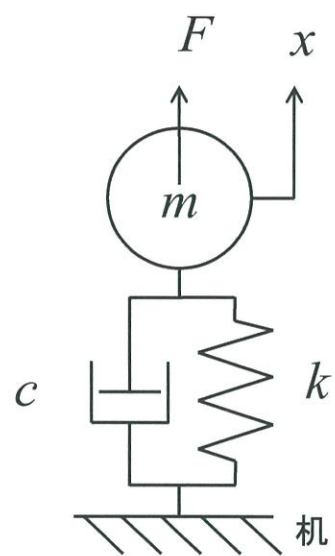

图 2-1
- I. 図2-1に示すような，動くことのない机にばね定数 $k$ のばね，減衰係数 $c$ の粘性減衰器を介して，質量 $m$ が取り付けられている1自由度系がある．振幅 $A$ ，角振動数 $\omega$ を有する正弦波状の外力 $F$ が質量 $m$ に対して垂直方向（ $x$ 軸方向）に作用しているときの定常状態の応答を考える．なお， $x$ 軸方向の質量 $m$ の変位を $x$ で表し，重力の影響は考慮しない．
- (1) 不減衰固有角振動数を $p$ ，減衰比を $\zeta$ で表すとき，1自由度系の運動方程式は式(2-1)のように記述できることを示せ．